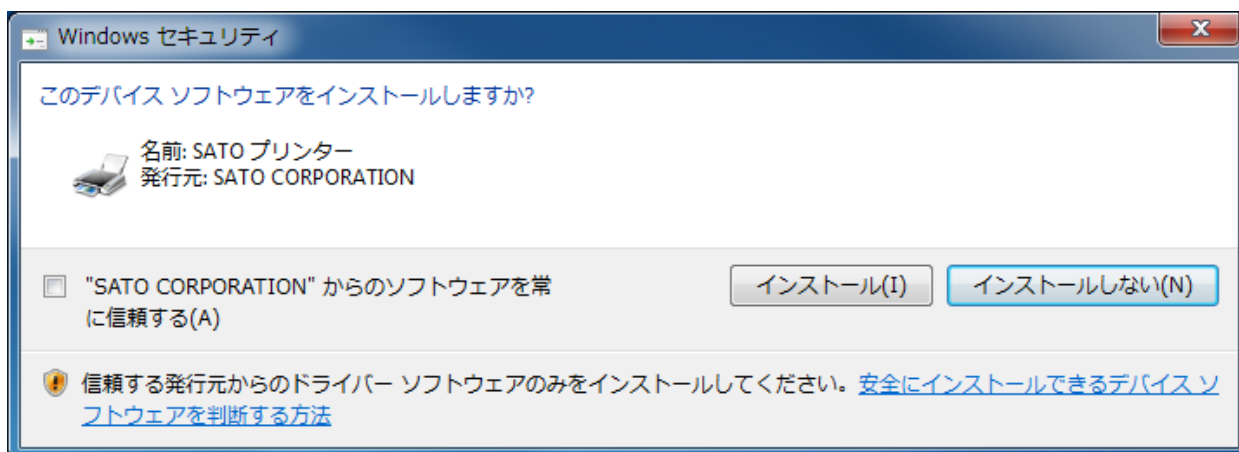

図 3.1.2.1 セキュリティ警告 (Windows 7) 画面
「次へ」をクリックすると、Windows 7 では「図 3.1.2.1 セキュリティ警告 (Windows 7) 画面」が表示されますので、「このドライバソフトウェアをインストールします (I)」を選択してください。(Windows XP/Server2003/Server2008 ではメッセージ内容が異なります。インストール継続を選択してください。)